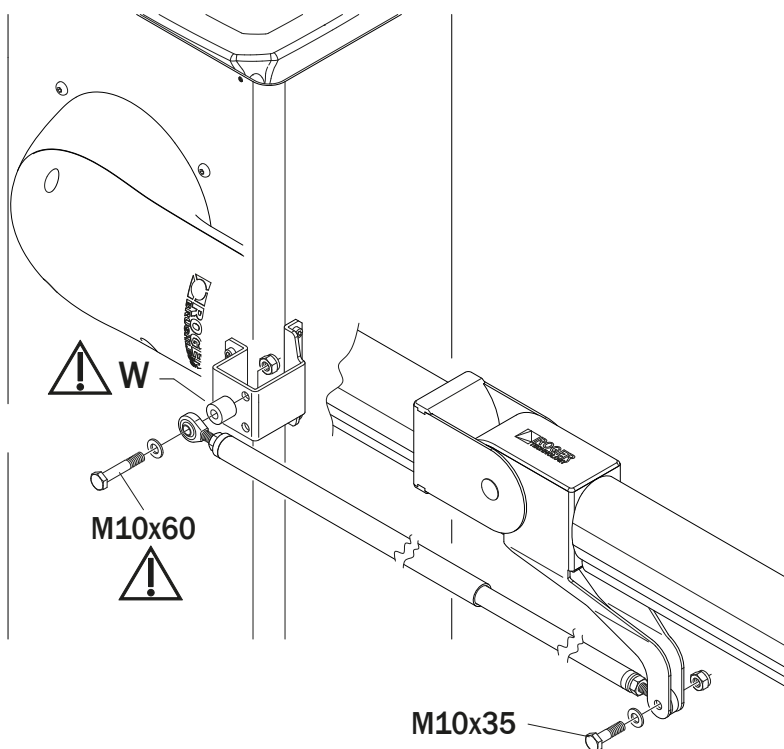
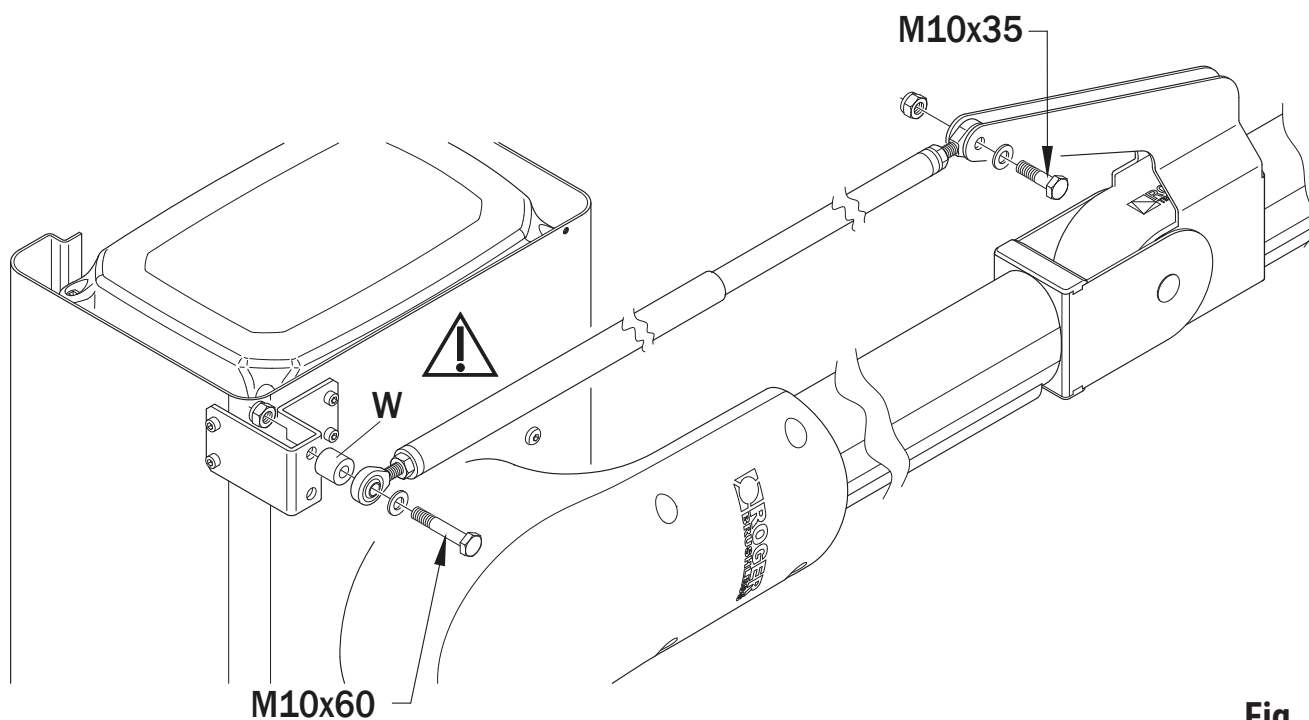

Fig. 15
Fig. 16
- IT** Montare il tirante utilizzando le viti in dotazione, come in **Fig. 15** o **Fig. 16**.
- FR** Monter le tirant en utilisant les écrous fournies en dotation, comme indiqué sur la **Fig. 15** ou **Fig. 16**.
- EN** Assemble the tie rod using the screws supplied, as in **Fig. 15** or **Fig. 16**.
- ES** Monte el tirante utilizando los tornillos suministrados, tal como muestra la **Fig. 15** o **Fig. 16**.
- DE** Die Zugstange mit den mitgelieferten Schrauben wie in der **Abb. 15** oder **Abb. 16** montieren.
- PT** Montar o puxador utilizando os parafusos fornecidos, como na **Fig. 15** ou **Fig. 16**.